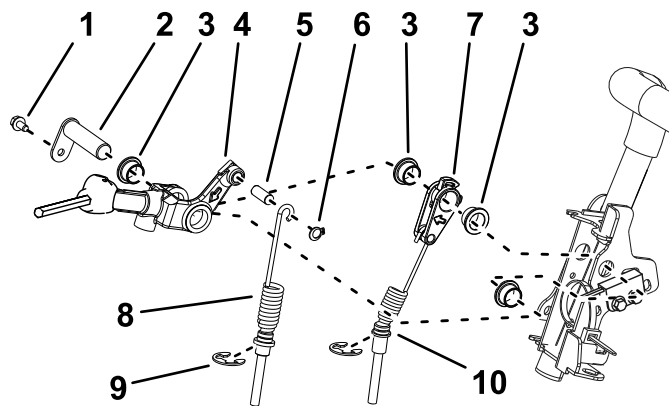

图5
10. 从现有牵引支架 图5 拆下牵引杆和牵引电缆。保留所有的紧固件。